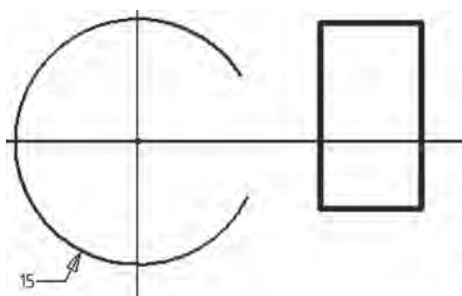

Рис. 6
- Из панели «Рисование» выбираем команду «*Прямоугольник*», располагаем *примитив произвольно* на рабочей плоскости, как показано на рис. 6.